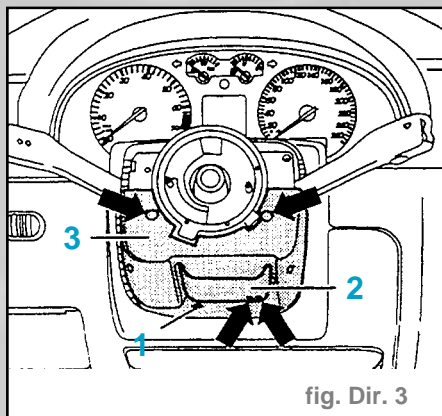

fig. Dir. 3
- Retirer le revêtement supérieur du commodo (1).
- Dévisser les quatre vis à empreinte cruciforme (flèches) (fig. Dir. 3).
- Dévisser la vis à six pans creux (1).
- Desserrer le dispositif de réglage en hauteur (2) du volant.
- Retirer le revêtement inférieur du commodo (3) (fig. Dir. 3).